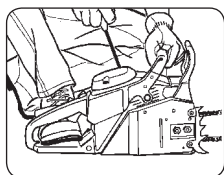

Fig. 9F
5. Posez la tronçonneuse sur une surface ferme et plate. Tenez-la fermement comme le montre l'image. Tirez le lanceur 4 fois. Faites attention à la chaîne tournante! (Fig.9F)